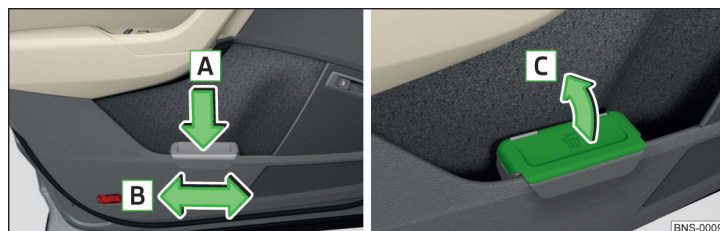

Fig. 117 Recipientul pentru reziduuri: introducerea sau deplasarea/deșchiderea
- ▶ Apăsăți recipientul pentru reziduuri în partea din spate în sensul săgeții **A** » fig. 117.
- ▶ Scoateți recipientul pentru reziduuri în sens contrar săgeții **A** » fig. 117.
- ▶ Ridicați capacul în sensul săgeții **C** » fig. 117.